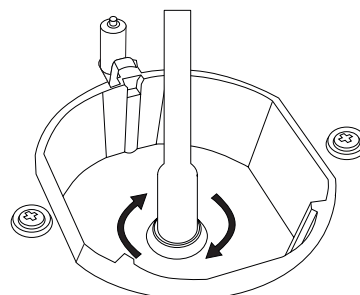

Рис. 6
4. Снимите инжектор с помощью отвертки, как указано на рис. 6 и замените на новый.